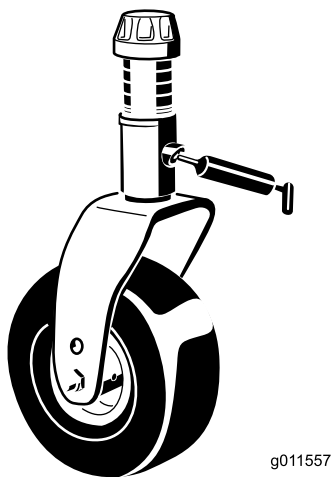

Figura 18
- Boccole dell'albero della forcella della ruota orientabile (Figura 18)